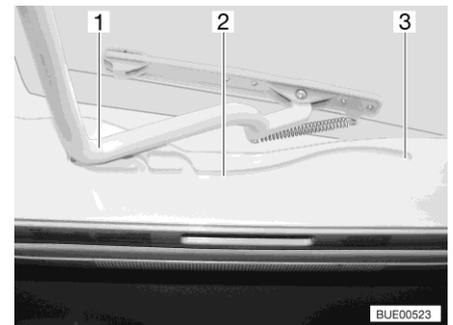

Bild 29 Führung (Heki-Dachhaube)
- Den Bügel (Bild 29,1) in den Führungen (Bild 29,2) bis in die hinterste Position (Bild 29,3) ziehen.
- Den Bügel (Bild 29,1) mit beiden Händen leicht nach oben drücken.
- Den Bügel in den Führungen (Bild 29,2) bis zur gewünschten Stellung ziehen.